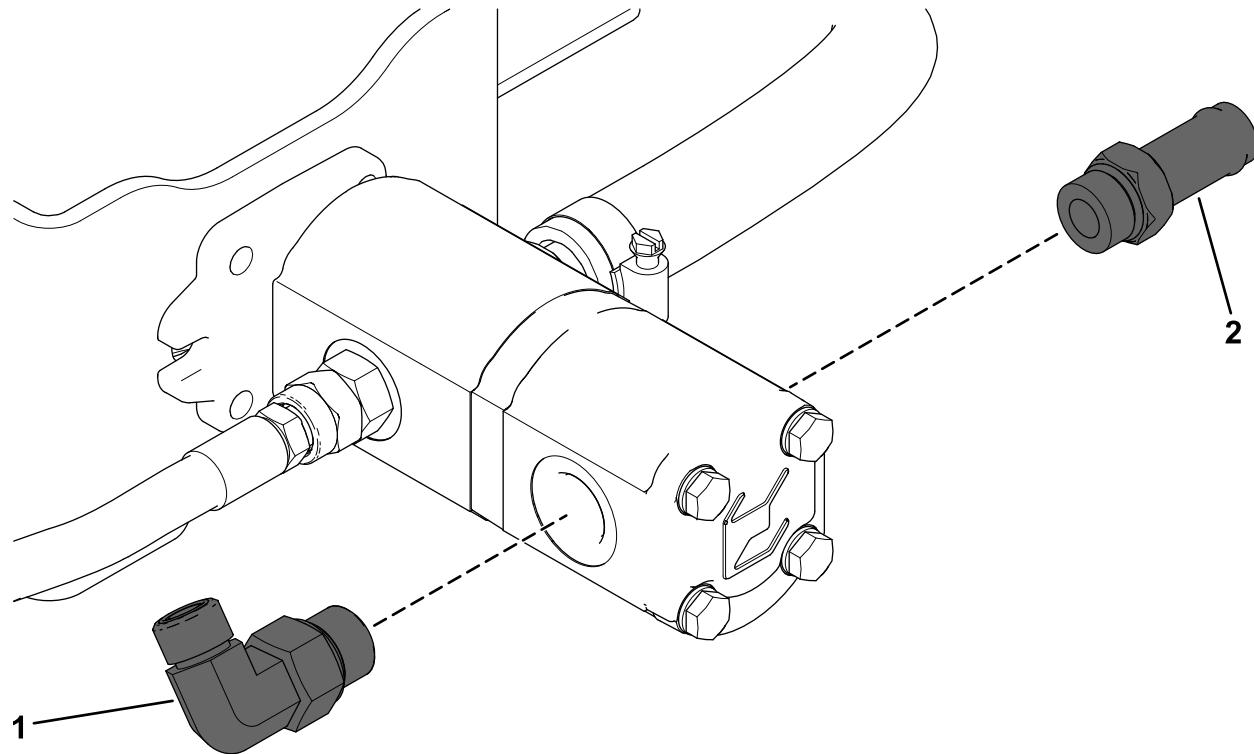

Figura 7
1. Inserite il raccordo diritto nel lato conducente della pompa (Figura 7).
2. Inserite il raccordo a 90° nel lato destro della pompa (Figura 7).
Quando il raccordo è posizionato correttamente, la sua estremità deve essere rivolta all'indietro e inclinata verso l'alto a circa 45° (Figura 7).